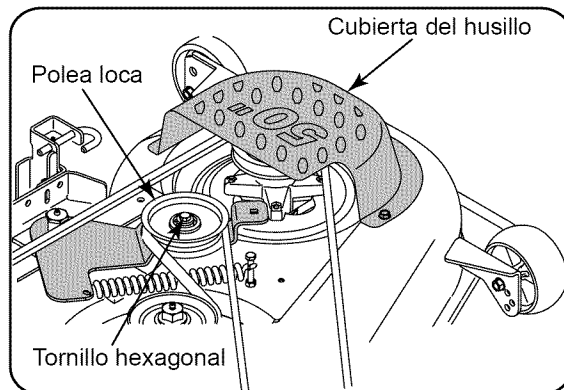

Figura 26
- Extraiga las cubiertas del husillo retirando los tornillos autorroscantes que las sujetan a la plataforma. Vea la Figura 26.
1. Afloje el tornillo hexagonal que sujeta la polea loca al brazo secundario libre tanto como sea necesario para sacar la correa de entre la polea loca y el brazo secundario. Vea la Figura 26.